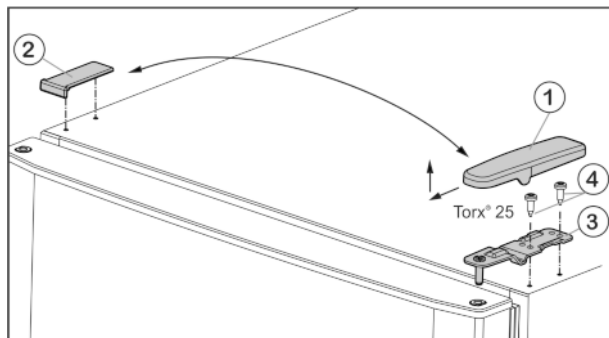
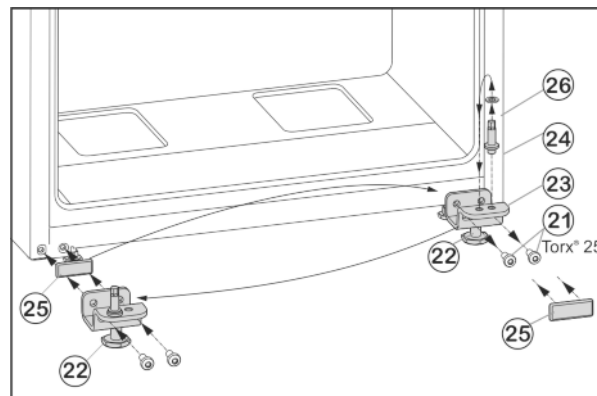

Fig. 5
Fig. 7
- ▶ Kryt Fig. 5 (1) stáhněte dopředu a nahoru.
- ▶ Kryt Fig. 5 (2) zvedněte.
- ▶ Horní stojan ložiska Fig. 5 (3) odšroubujte (2 krát Torx® 25 Fig. 5 (4)) a stáhněte nahoru.
- ▶ Upevňovací šrouby Fig. 7 (21) odšroubujte.
- ▶ Vyjměte spodní stojan ložiska Fig. 7 (23) i s ložiskovým čepem Fig. 7 (24), podložkou Fig. 7 (26) a seřizovací nožkou Fig. 7 (22).
- ▶ Ložiskový čep Fig. 7 (24) kompletně odšroubujte i s podložkou Fig. 7 (26), přemístěte do protilehlého upínacího otvoru stojanu ložiska a opět přišroubujte.
- ▶ Krycí desku Fig. 7 (25) opatrně sejměte a přemístěte ji na protější stranu.
- ▶ Spodní stojan ložiska Fig. 7 (23) opět kompletně, i s ložiskovým čepem Fig. 7 (24), podložkou Fig. 7 (26) a seřizovací nožkou Fig. 7 (22), případně s pomocí akumulátorového šroubováku **silou (4 Nm)** našroubujte na nové straně závěsu dveří.
- ▶ Spodní dveře nasadte shora na ložiskový čep Fig. 7 (24).
- ▶ Prostřední stojan ložiska (13) otočený o 180° nasadte do spodních dvířek a našroubujte jej pomocí upevňovacích šroubů (11) (2 x Torx® 25) pevně na novou stranu závěsu dveří (4 Nm).
- ▶ Opět nasad'te plastovou podložku (10).
- ▶ Horní dvířka usad'te na prostředním ložiskovém čepu (13).
- ▶ Horní stojan ložiska Fig. 5 (3) vložte na nové straně závěsu do dvířek.
- ▶ Horní stojan ložiska **pevně přišroubujte (4 Nm)** (2krát Torx® 25) Fig. 5 (4). Popřípadě použijte akumulátorový šroubovák.
- ▶ Kryt Fig. 5 (1) na opačné straně zvenčí nasad'te a nechte zaklapnout.
- ▶ Kryt Fig. 5 (2) vždy na opačné straně shora nasad'te a nechte zaklapnout.
- ▶ Seřizovací nožku Fig. 7 (22) na spodním stojanu ložiska Fig. 7 (23) vytáčejte, až dosedne na zem.